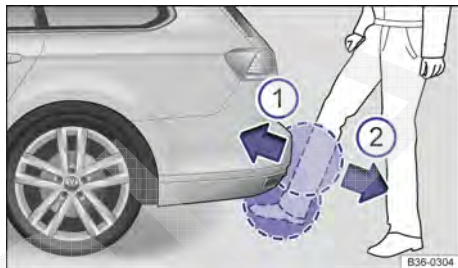

Fig. 94 Tampa do compartimento de bagagem com abertura controlada por sensor (Easy Open).
- Aplica-se para veículos com sistema de travamento e de partida Keyless Access sem chave a abertura comandada por sensor: A tampa do compartimento de bagagem se abre com um movimento de pé na área do sensor embaixo do para-choque traseiro (Easy Open) → Fig. 94.
Se uma chave do veículo válida se encontrar na área de aproximação → Fig. 78 da tampa do compartimento de bagagem, esta pode ser destravada e aberta com um movimento de pé na área do sensor embaixo do para-choque traseiro → Fig. 94.
- Conduzir o pé e a canela com um movimento rápido o mais próximo possível do para-choque. A canela deve se encontrar na área do sensor superior e o pé na área inferior do sensor → Fig. 94.
- Afastar o pé e a canela, novamente com um movimento rápido, da área do sensor → Fig. 94. A tampa do compartimento de bagagem se abre automaticamente.